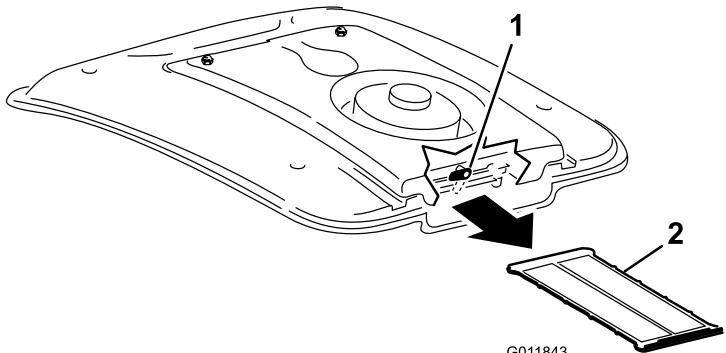

Figura 90
2. Ruotate di lato il dispositivo di chiusura sulla parte posteriore del supporto della ventola (Figura 90).
3. Estraete la griglia A/C da sotto la serpentina refrigerante (Figura 90).
4. Pulite accuratamente la griglia con aria compressa (Figura 90).